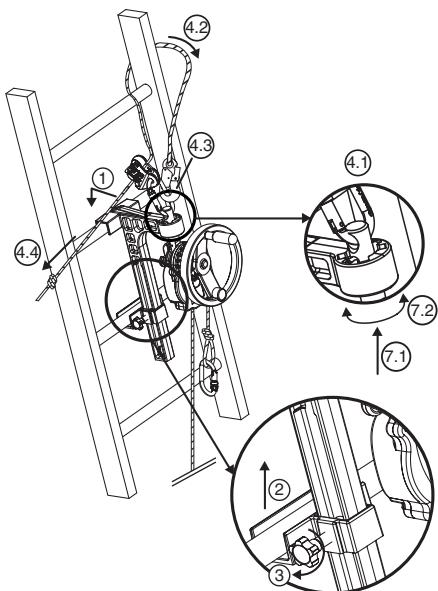

Fig. 6
6.3.2. Aparelho Derope™ UP B (Fig. 6)
1. Instalar o grande suporte a bloquear na barra da escada na posição escolhida para efectuar a operação de salvamento, acima da pessoa a evacuar (Fig. 6, 1).
2. Subir o carro de bloqueio ao nível da barra imediatamente abaixo do que recebe o grande suporte (Fig. 6, 2).
3. Apertar o eixo de bloqueio do carro com o botão de aperto que se encontra no lado do suporte (Fig. 6, 3).
- Fixar o mosquetão do dispositivo de ajuste LCM 05 no furo do cimo do eixo de amarração (Fig. 6, 4.1).
- Passar a linga de segurança à volta da barra da escada situada acima do suporte, contornando um dos montantes da escada (Fig. 6, 4.2).
- Ligar o mosquetão da linga de segurança no mosquetão do dispositivo de ajuste LCM 05 (Fig. 6, 4.3).
- Esticar a linga de segurança puxando pelo troço livre (Fig. 6, 4.4).
7. Orientar o aparelho Derope™ conforme a necessidade, modificando a posição do eixo de amarração no dispositivo de indexação (Fig. 6, 7.1 – 7.2).